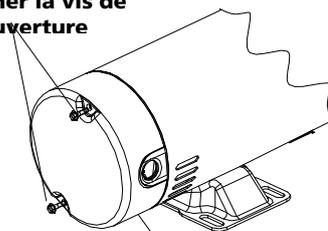
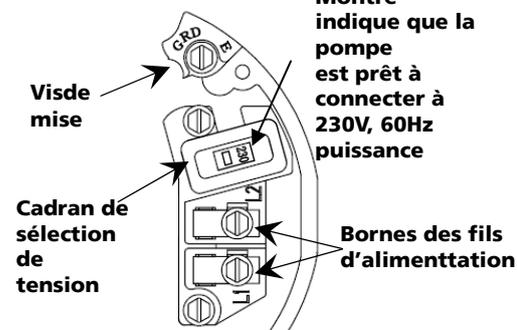

Figure 5- Dépôt du capot d'extrémité du moteur
Figure 6- Tension réglée sur 230V, type à cadran
Les moteurs fonctionnant avec deux tensions différentes sont l'usine connectée pour 230 volts. Si nécessaire, changer le paramètre de commutateur à 115 volts, selon la figure 6. Ne pas changer le télégraphier dans les moteurs de tension seuls.
Si vous avez un moteur fonctionnant avec deux tensions différentes, et le connectera à 115 volts, suivre la procédure au dessous. Vous aurez besoin d'enlever la couverture de fin moteur pour changer la tension qui règle (voit la Figure 5). Votre conseil délimitant moteur (a localisé sous la couverture de fin moteur) devrait avoir l'air du l'un dans la Figure 6.
2. Choisir la position EN HAUT de bouton pour 115V ou EN BAS position pour 230V, jusqu'à ce que 115 ou 230 montré dans la fenêtre de cadran (Figure 6).